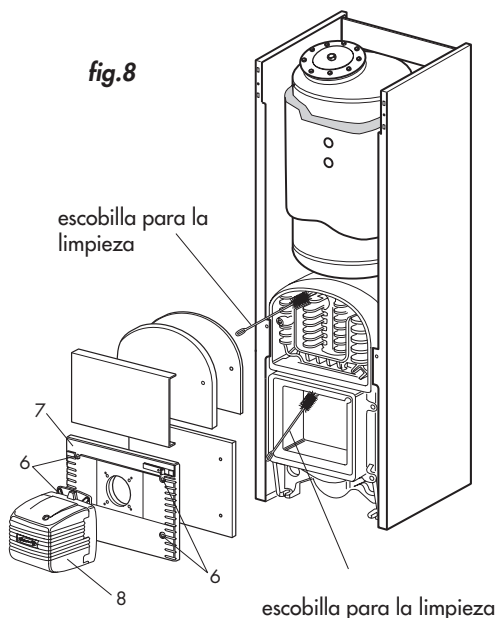

fig.8
- Quitar el quemador **8** (fig. 8)
- Desatornillen los tornillos **6** y quiten la placa portaquemador **7** (fig.8).
- Quitar la tapa (fig.8).